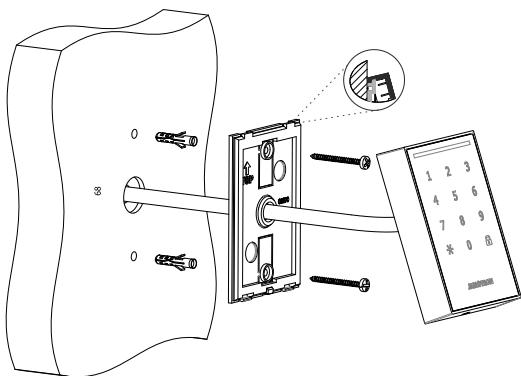

Рис. 2: Установка клавиатуры
3. Выставьте клавиатуру вровень с верхним краем монтажной опоры (рисунок 2) и защелкните ее внутрь.
4. Затем зафиксируйте клавиатуру с помощью крепежного винта (4).